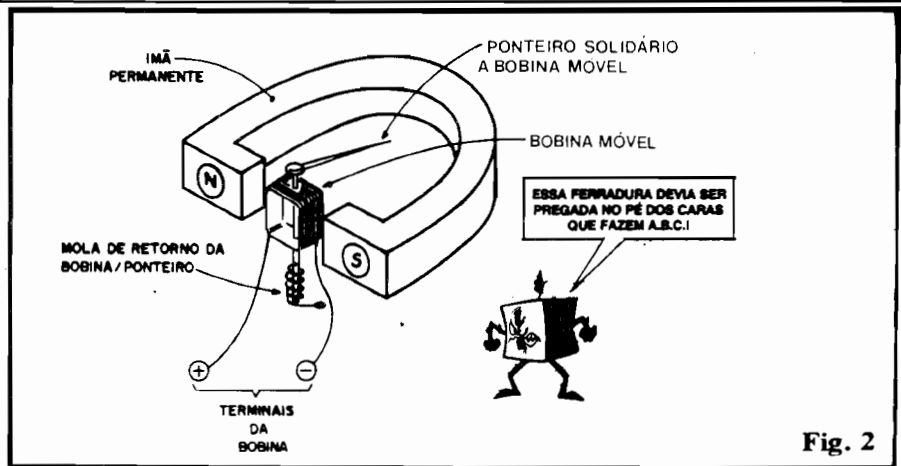

Fig. 2
- FIG. 2 - Esboço da construção “física” de um galvanômetro. Tudo se resume numa pequena e leve bobina móvel (esse tipo de galvanômetro é justamente chamado de “bobina móvel”...), feita com fio muito fininho, pivotando em torno de um eixo ao qual está acoplado um ponteiro. Um sistema ao mesmo tempo simples e delicado de “mola de retorno”, mecanicamente acoplado ao eixo, faz com que, em repouso, o ponteiro estacione em determinado ponto (geralmente um pequeno pino de “encontro”, não visto na figura...). O Conjunto bobina/eixo/ponteiro/mola é mecanicamente posicionado de modo que o minúsculo enrolamento fica “dentro” de intensas linhas de força magnética emitidas pelos dois polos (Norte e Sul) de um forte ímã